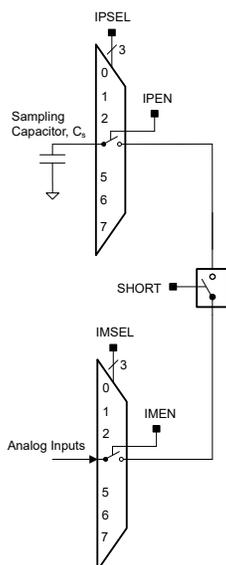

图 6-9. 比较器短路开关
如图 6-9 所示，所需的采样时间与采样电容 (CS) 的大小、与短路开关串联的输入开关电阻 (R)，以及外部信号源的电阻 (RS) 成比例。采样电容 CS 必须大于 100pF。为采样电容 CS 充电的时间常数 Tau 可以使用方程式 2 来计算得出。